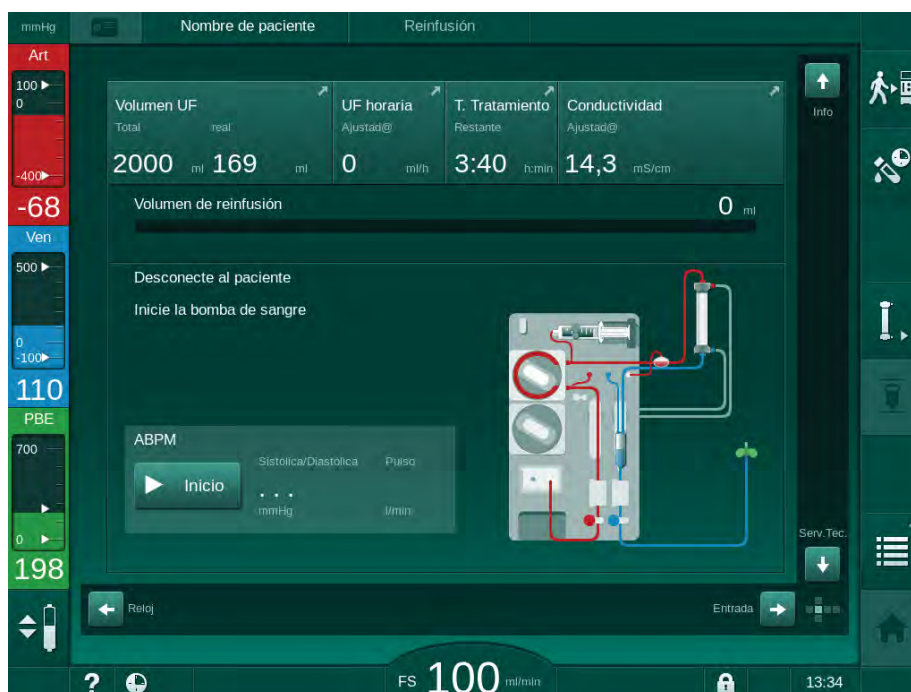

Fig. 6-19 Pantalla de reinfusión - preparación de la reinfusión
- ☞ Aparece la ventana de reinfusión que muestra los mensajes *Desconectar al paciente* e *Inicie la bomba de sangre* (véase Fig. 6-19).